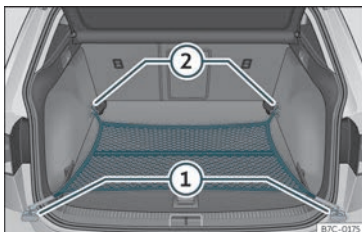

Fig. 112 Al maleter:bossa de xarxa enganxada arran de terra.
- Fixeu els ganxos de la xarxa a les argolles d'amarratge ① i ② »» **fig. 112** »» **⚠**. La cremallera de la bossa ha de quedar cap amunt.